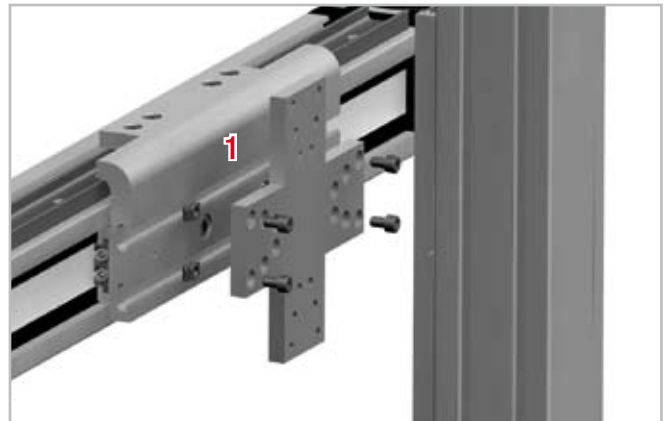

Abb. 75
1. Führen Sie die Schrauben von einer Seite der Verbindungsplatte in die vorbereiteten Bohrungen ein (s. Abb. 75).